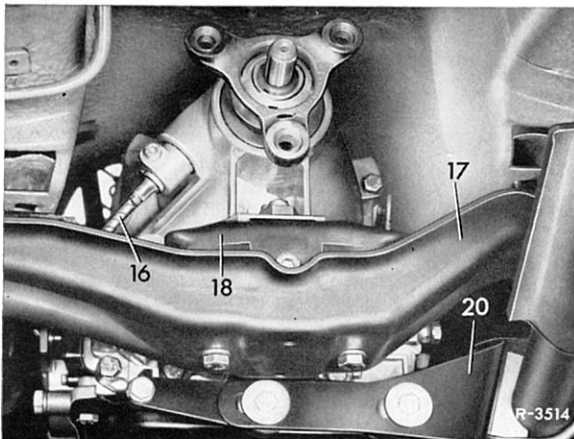

Bild 27-8/1
- 6 Hinteres Motorenlager (18) komplett mit Motorträger (17) ausbauen (Bild 27-8/1).